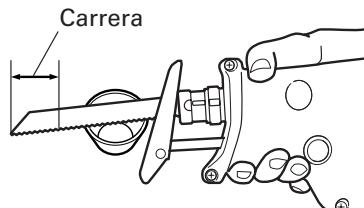
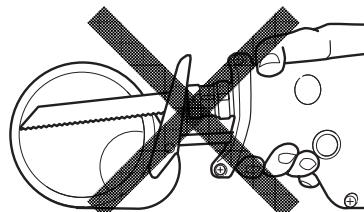
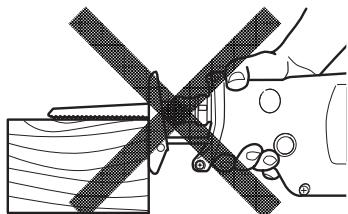

Fig. 16
Fig. 17
Fig. 19
- Seleccione una hoja de sierra del largo más apropiado. Lo ideal sería que el largo que sobresale de la base de la hoja de sierra después de restar la carrera sea mayor que el del material (consulte las Fig. 16 y 18). Si corta un tubo grande, una pieza de madera grande, etc., que excede la capacidad de corte de la hoja, existiría el riesgo de que la misma no haga contacto con la pared interior del tubo, madera, etc., y podrían producirse daños. (Fig. 17, Fig. 19)